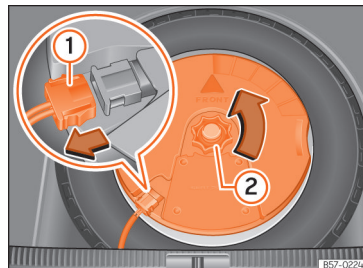

Abb. 329 Im Gepäckraum: Subwoofer ausbauen.
- Klemmen Sie das Subwoofer-Lautsprecher-Kabel ab »» Abb. 329 ①.
- Drehen Sie das Befestigungshandrad entgegen dem Uhrzeigersinn heraus »» Abb. 329 ②.